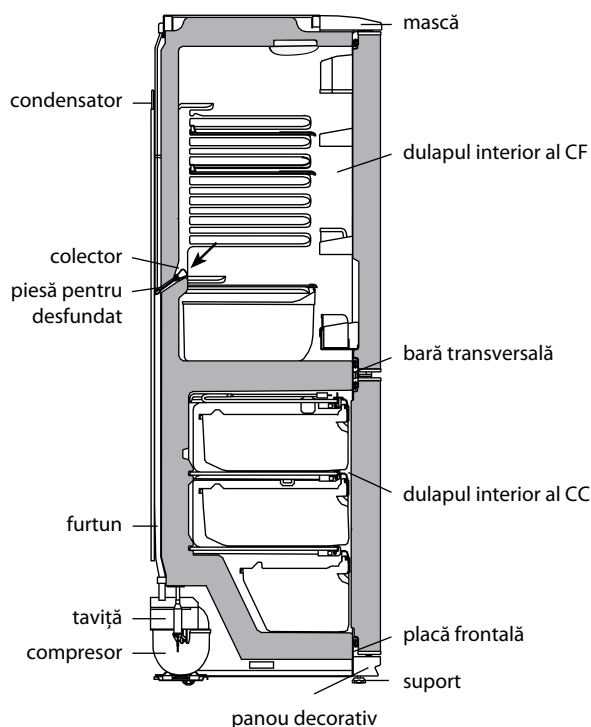

Figura 4 – Schema scurgerii apei rezultate în urma topirii din CF
2.2.1 În CF se folosește un sistem automat de dezghețare. Bruma, care apare pe perețele din spate al CF, după deconectarea compresorului care lucrează în ciclu, se topește și se transformă în picături de apă. Picăturile de apă rezultată în urma topirii se scurg în colector, apoi prin gaura acestuia și prin furtun – în tavița de pe compresor, în conformitate cu figura 4 și se evaporă. Gaura colectorului este dotată cu o piesă pentru prevenirea înfundării sistemului de drenaj.
Prezența apei în colector indică înfundarea sistemului de drenaj. Pentru eliminarea înfundării folosiți piesa corespunzătoare și curățați gaura colectorului, astfel ca apa să se scurgă liber în taviță, apoi spălați piesa și instalați-o în conformitate cu figura 4.
SE INTERZICE să utilizați frigiderul cu sistemul de scurgere înfundat. Apa care a apărut pe fundul CF sau care a ajuns în locul de alăturare a barei transversale și a dulapului interior al CF, în conformitate cu figura 4, poate provoca coroziunea dulapului exterior al frigiderului și elementelor agregatului frigorific, defectarea izolației termice, formarea crăpăturilor dulapului interior și defecțiunea frigiderului.
SE INTERZICE să decongețați congelatorul fără utilizarea elementului pentru drenare. Apa rezultată în urma topirii care se scurge din camera afară de elementul pentru drenare, pătrunzând în locul de alăturare a plăcii frontale la dulapul interior în conformitate cu figura 4, poate